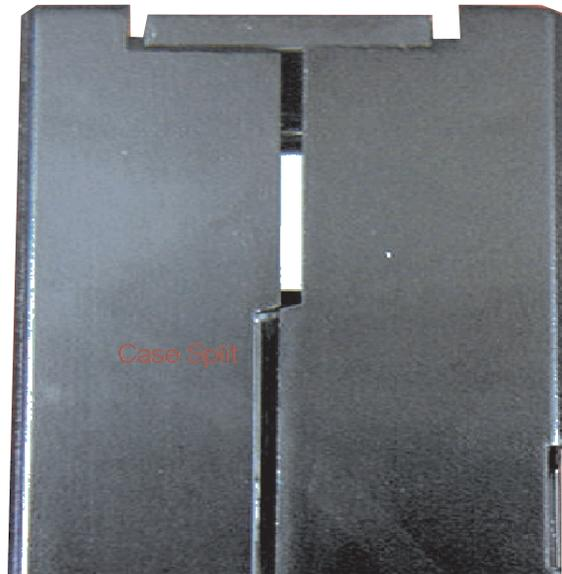

Figura 6. Verificando Aberturas nos Sulcos de um Cartucho
- Inspeção a parte posterior do cartucho (a parte que é carregada primeiro no compartimento de carregamento da fita) e certifique-se de não haver aberturas nas junções da caixa do cartucho (consulte Figura 6 na página 17). Se houver aberturas na junção, não use o cartucho.